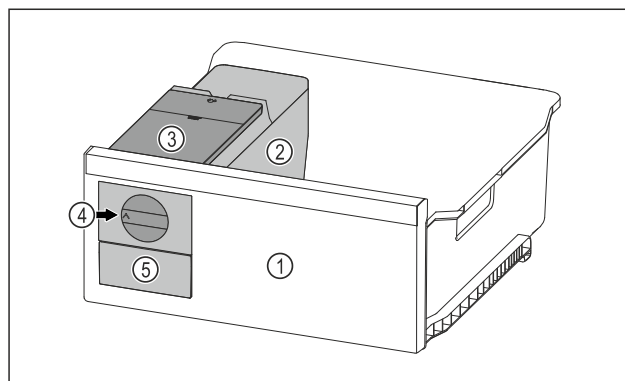

Fig. 95 Przykładowa prezentacja
- ▶ Pokrętko Fig. 95 (4) obrócić zgodnie z ruchem wskazówek zegara.
- ▷ Kostki lodu wypadają do pojemnika na kostki lodu w szufładzie na kostki lodu Fig. 95 (5). Jeżeli nie wszystkie kostki lodu zostaną zwolnione z pojemnika na kostki lodu: